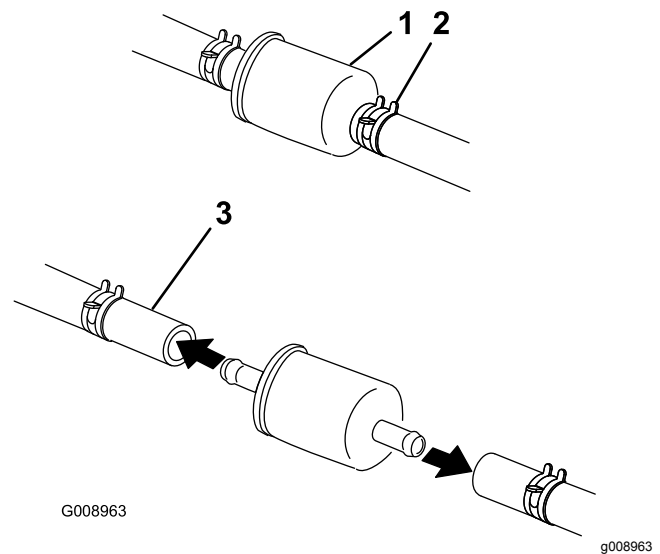

Figura 37
5. Apriete los extremos de las abrazaderas y deslícelas por el tubo alejándolas del filtro (Figura 37).
7. Instale un filtro nuevo y acerque las abrazaderas al filtro (Figura 37).